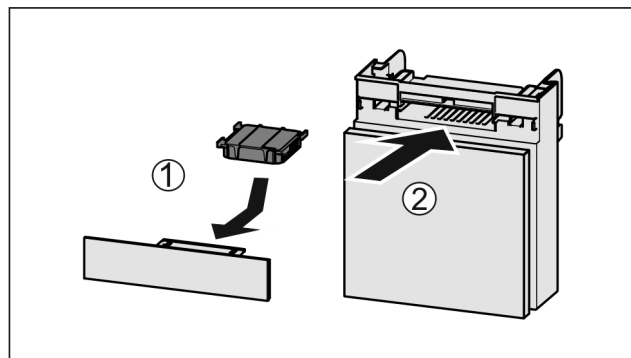

Fig. 129
- ▶ Wkładać Fig. 129 (1) filtr z węglem aktywowanym zgodnie z ilustracją.
- ▶ Wsunąć komorę Fig. 129 (2).